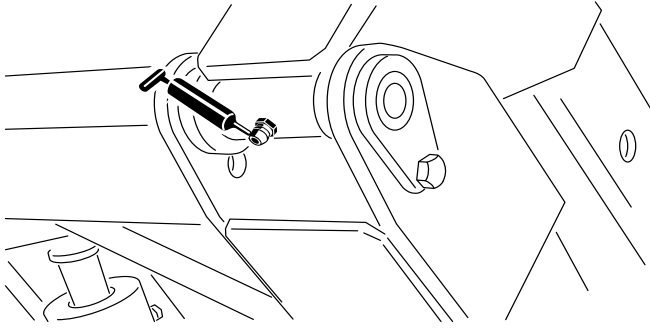

Figura 33
- Pivô da tremonha (superior) (2) (Figura 33)